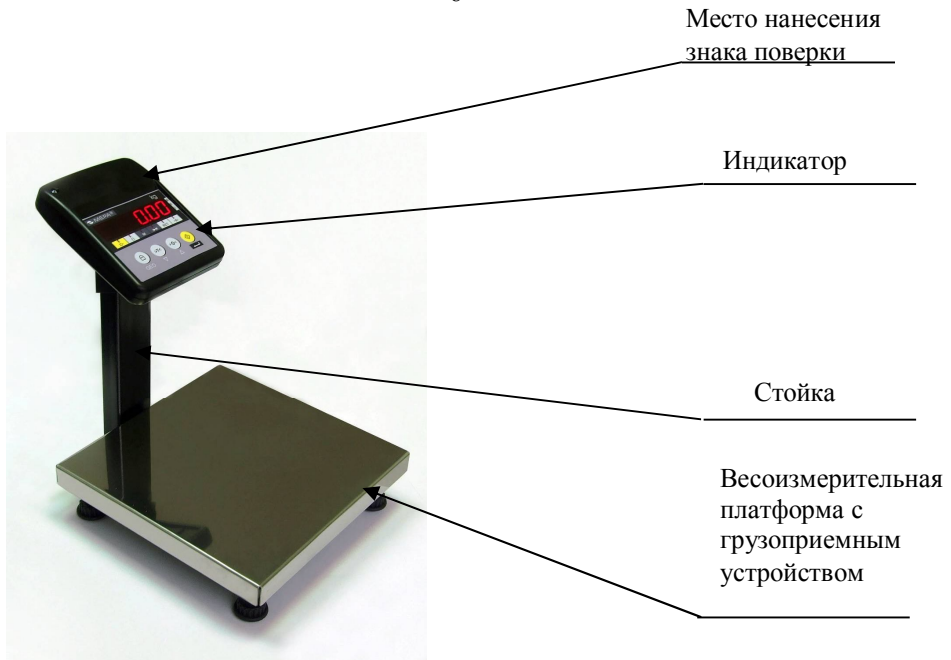

Рисунок 1 – Весы ПВм. Состав весов
3.1. Весы состоят из грузоприемного устройства с весоизмерительной платформой, индикатора, размещенного на отдельной стойке, крепящейся к корпусу весов (рисунок 1) или любой горизонтальной поверхности.